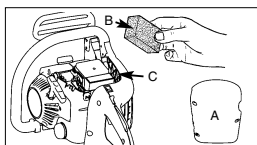

Abb. 18
- Entfernen Sie die obere Abdeckung (A), indem Sie Befestigungsschrauben der Abdeckung entfernen. Die Abdeckung lässt sich dann abnehmen (Abb. 18).
- Heben Sie den Luftfilter (B) aus dem Luftkasten heraus (C) (Abb. 18).